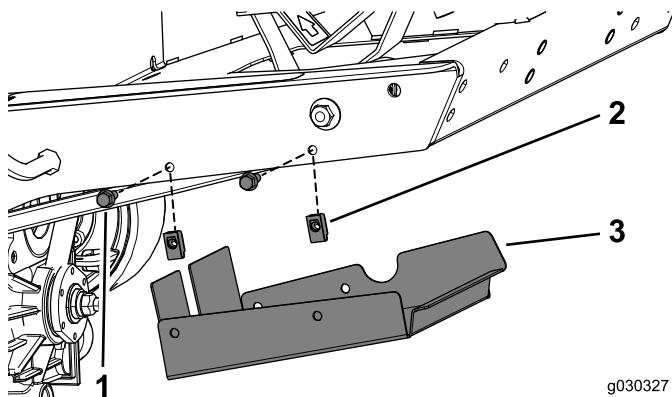

Figura 7
- Monte temporalmente la cubierta del pedal con los 2 orificios perforados en el paso anterior, los 2 pernos ($5/16'' \times 3/4''$) y 2 tuercas rápidas. (Figura 7).